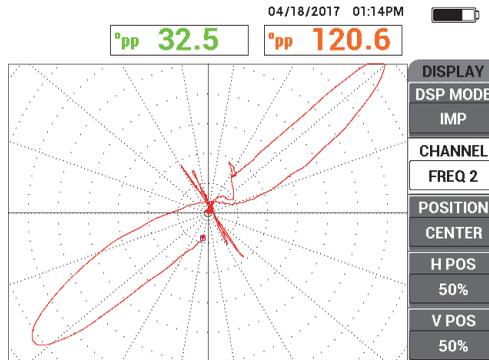

Figura 5-199 La scansione dell'intera lunghezza del tubo
4. Scansionare l'intera lunghezza del tubo e premere il tasto FREEZE () quando terminato (vedere Figura 5-199 a pagina 283).